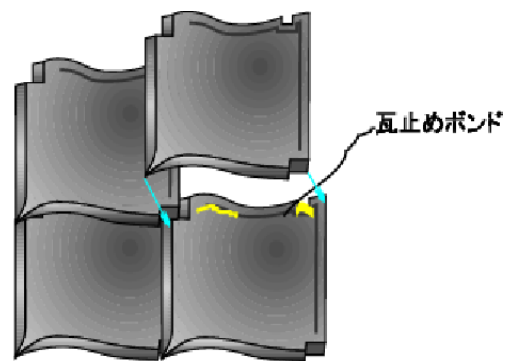

図2. 新設の瓦屋根の場合
- ③瓦の縦辺に本製品を図 2 の様に施工し、瓦を重ねます。この際、水の通り道を塞がないようご注意ください。
- ④はみ出した部分はへら等で取っていただくと、よりキレイな仕上がりになります。